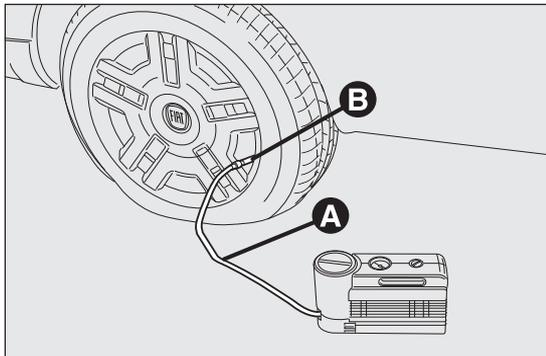

Abb. 182
- Die Handbremse anziehen. Die Ventilkappe abschrauben, den Füllschlauch A Abb. 182 herausziehen und den Ring B auf das Reifenventil schrauben;